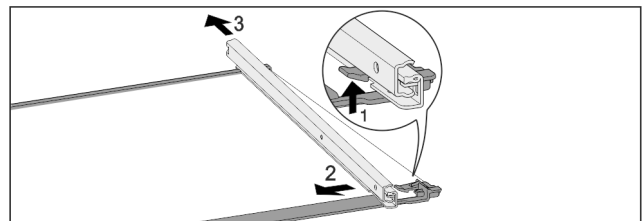

Fig. 40 Glasplaat met rails
- ▶ Voorste vergrendelhaak naar boven duwen. Fig. 40 (1)
- ▶ Uitschuifrail naar de zijkant Fig. 40 (2) en naar achteren Fig. 40 (3) wegschuiven.